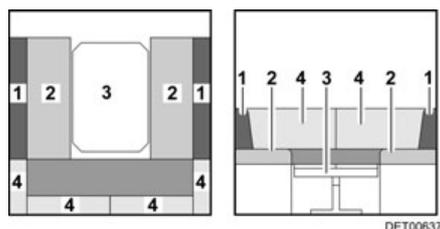

Fig. 123 Durante la transformación
- Tirar de los cojines del asiento (Fig. 123,2) hacia el centro.
- Colocar los cojines del respaldo (Fig. 123,1) entre los cojines del asiento y la pared exterior.
- Quitar los cojines del respaldo (Fig. 123,4) y ponerlos a un lado.